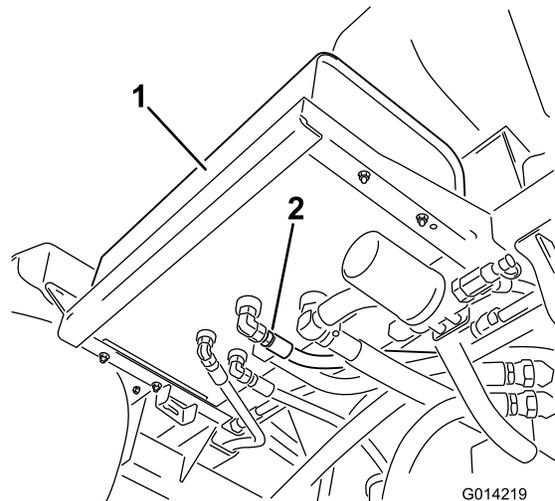

Figura 63
2. Pulite l'area attorno ad un connettore del flessibile idraulico sul fondo del serbatoio dell'olio idraulico (Figura 63).
4. Togliete il connettore del flessibile dal serbatoio, lasciando spurgare l'olio nella bacinella (Figura 63).